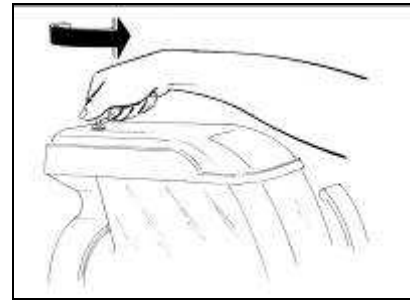
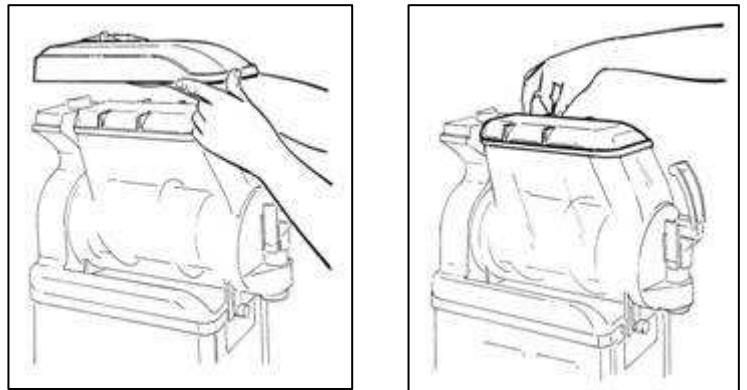

Abb. 10
Abb. 11
- Öffnen Sie die Sperre mit dem beiliegenden Schlüssel (Abb. 10). Nehmen Sie zunächst den Hauptdeckel und anschließend den unteren Deckel ab (vgl. Abb. 11).